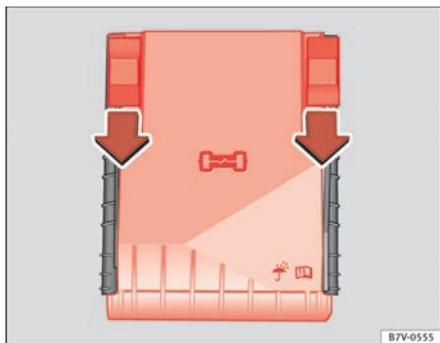

Abb. 210 Im Motorraum: Abdeckung des Sicherungskastens.
- Verriegelungstasten in Pfeilrichtung nach vorn schieben, um die Abdeckung des Sicherungskastens zu entriegeln ⇒ Abb. 210.